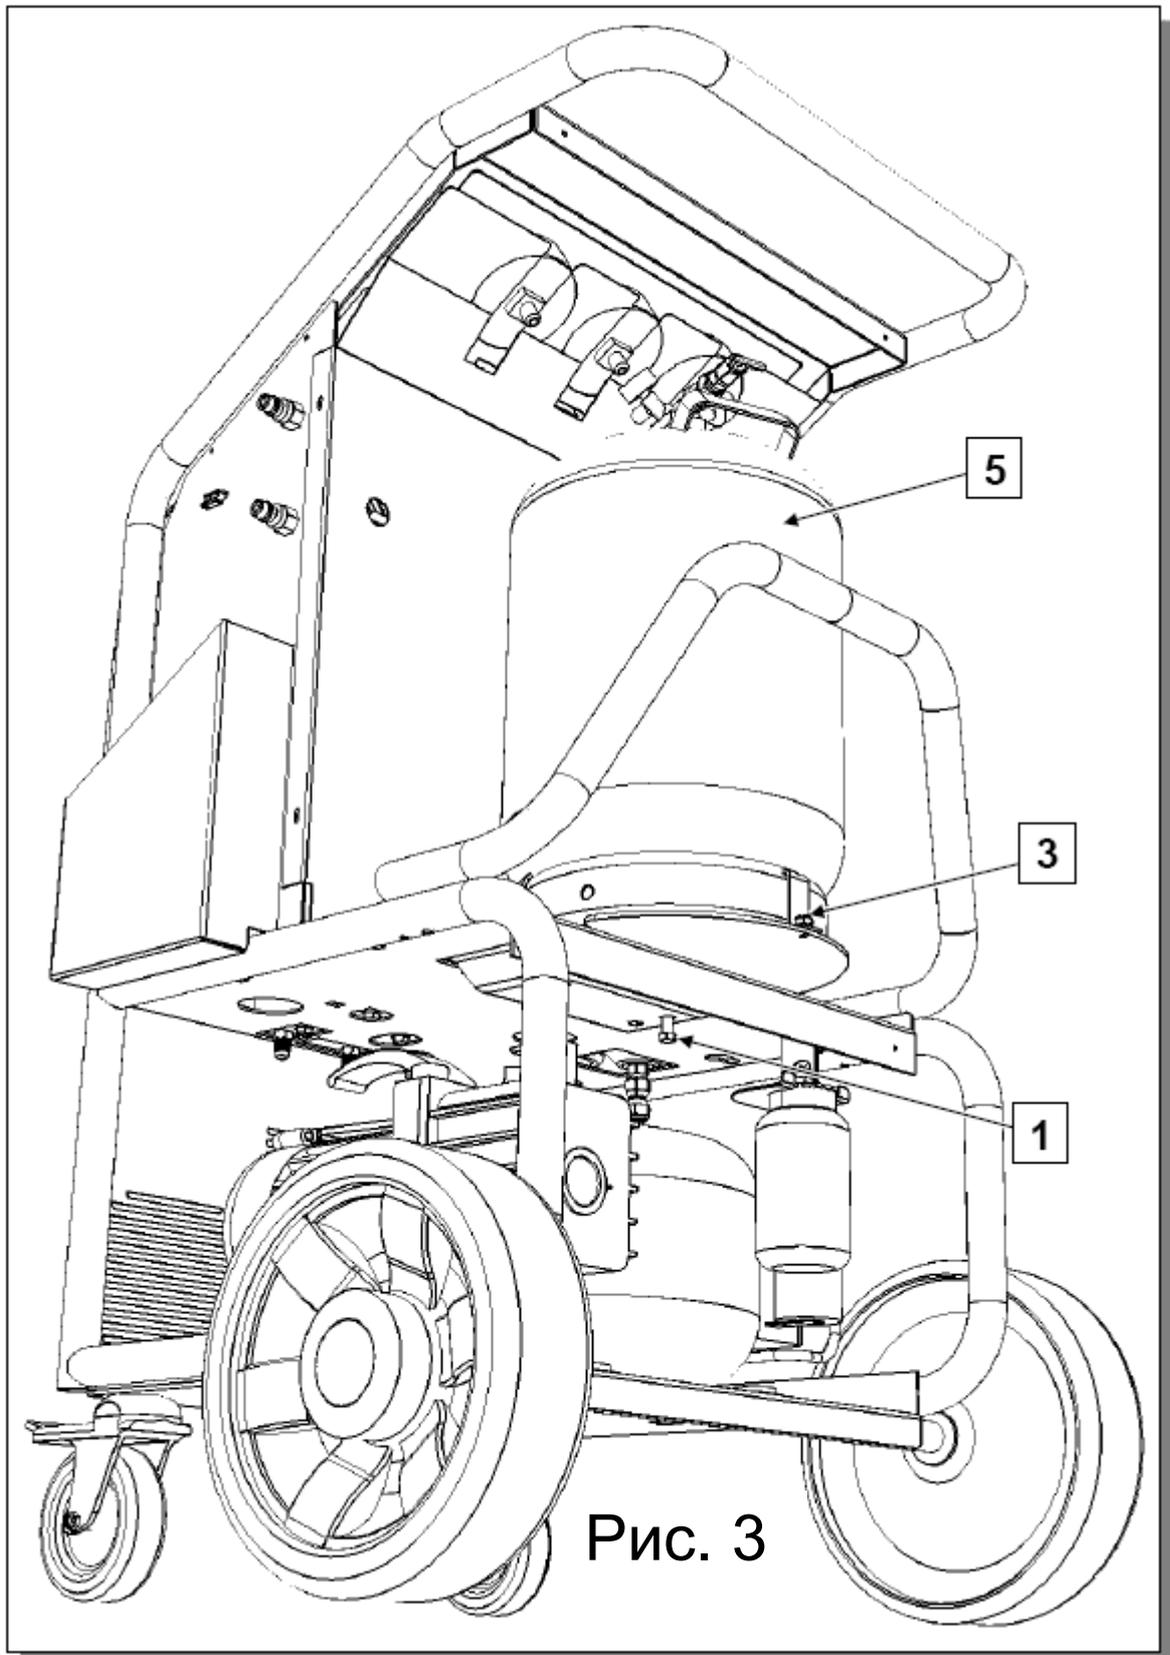
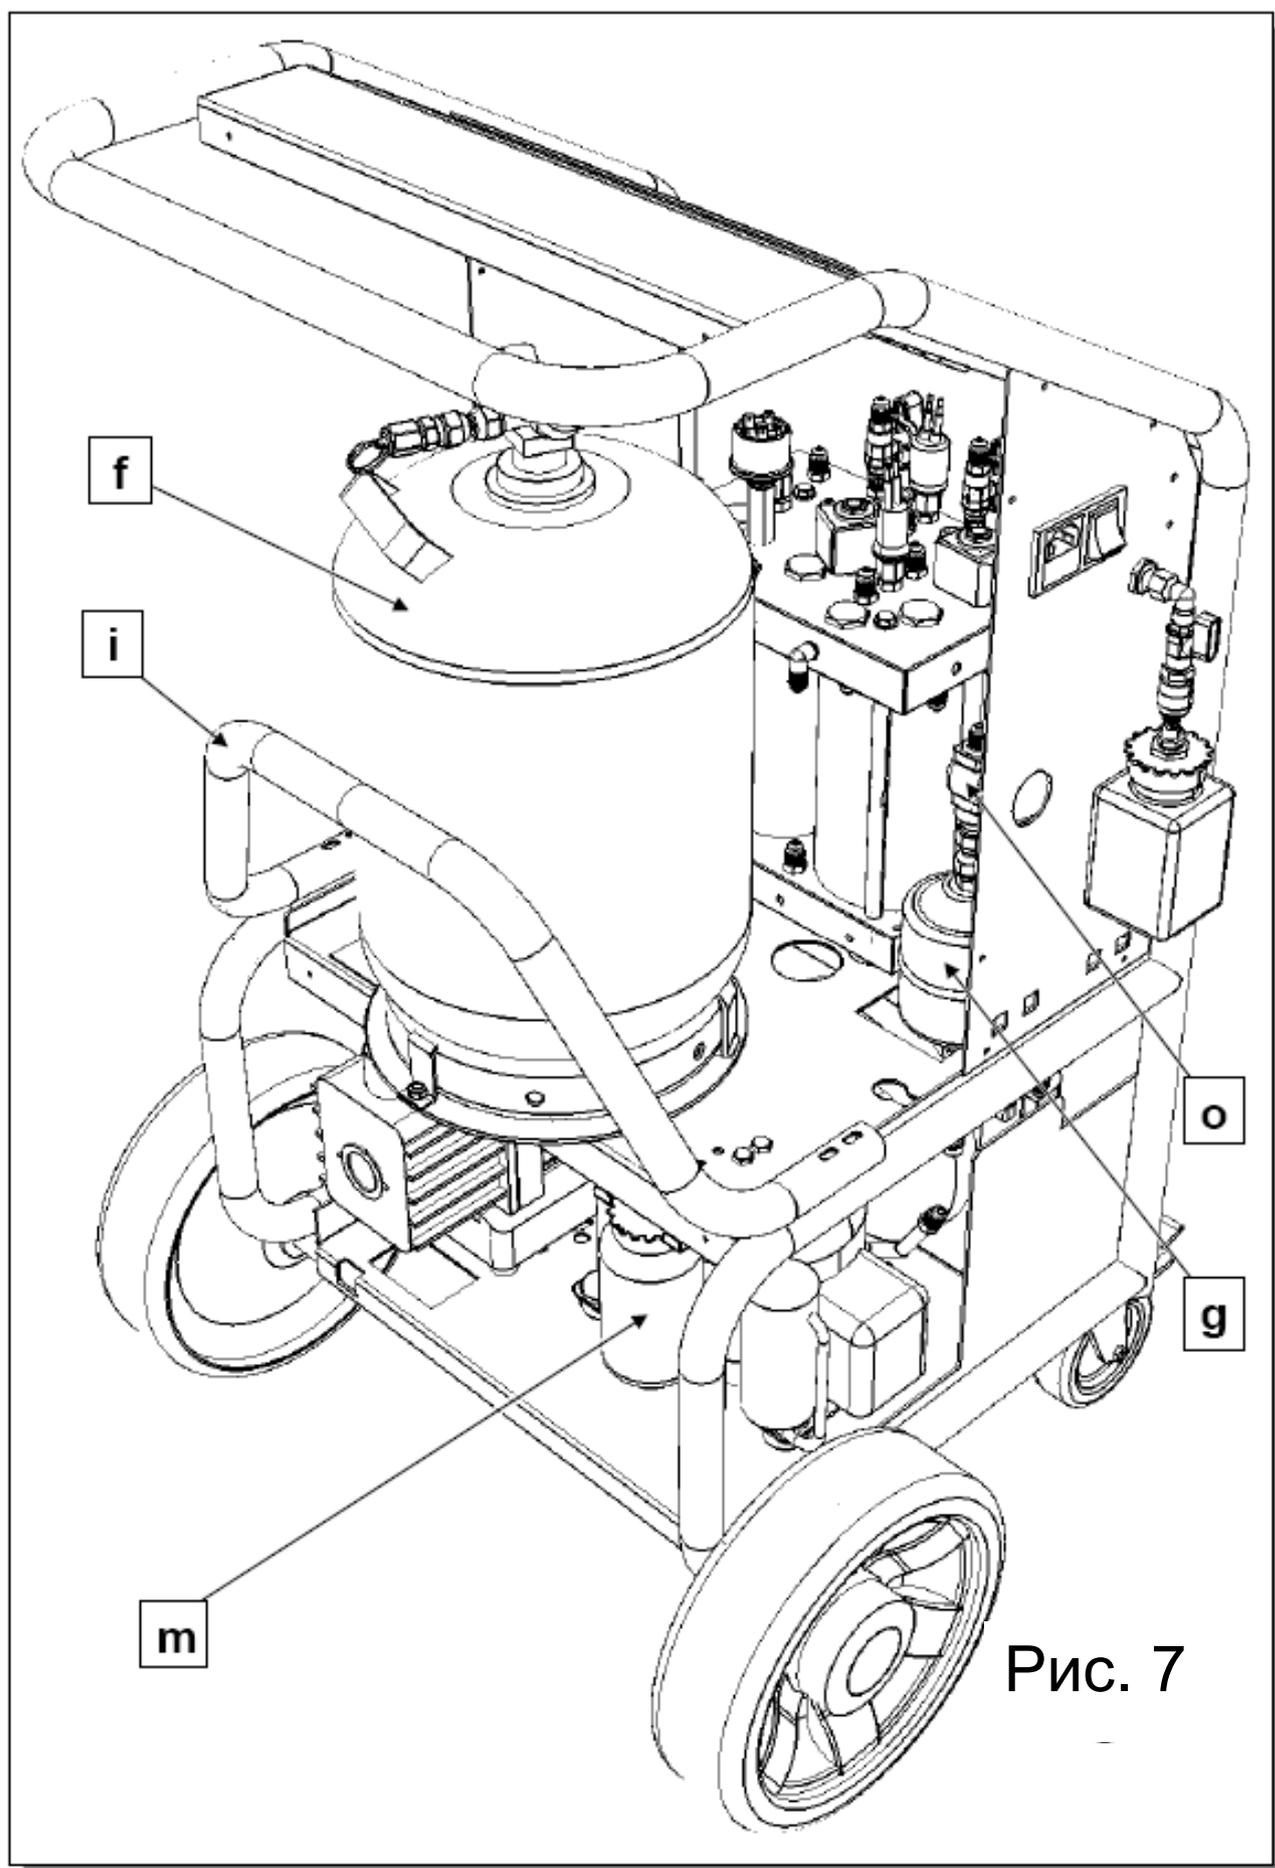

Рис. 3
Рис. 7
- 4) Снять заднюю защиту (i, рис.7) баллона (f, рис.7)
- 5) Отвинтить стопорную гайку баллона (3, рис. 3)
- 6) Снять баллон (f, рис.7) с посадочного места
- 17) Выполнить установку баллона на его посадочном месте (f,рис.7)
- 18) Выполнить установку стопорной гайки баллона (3, рис. 3)
- 19) Выполнить установку задней защиты (i,рис.7) на баллоне (f, рис.7)
Данная операция должна выполняться, когда значения, отображаемые на электронных весах, не соответствуют известным значениям. Перечисленные ниже операции должны выполняться с особой осторожностью и аккуратностью. Следует строго соблюдать указанные меры предосторожности. Следует осторожно класть груз на тарелку весов, по одному. Размещать груз следует в центре тарелки весов. Для калибровки весов необходимо выполнить следующие операции: Отсоединить машину от источника питания. Подготовить эталонный груз (16 или 18 кг). Снять заднюю защиту баллона (i, рис.7) машины. Закрыть красный и синий краны на баллоне. Отвинтить стопорную гайку баллона (3, рис. 3).
Снять баллон (5, рис.3) с его посадочного места. Установить баллон на подставку высотой как минимум 40 см. Включить машину. Следить за тем, чтобы не прикасаться к электрическим проводам. Подождать как минимум 10 секунд. Одновременно нажать кнопку + и кнопку со стрелкой и удерживать в нажатом состоянии примерно 5 секунд. Отображаемое в этот момент значение будет соответствовать нулевому значению весов. Слегка надавить на тарелку весов; значение должна возрасти. Если значение не увеличивается, следует заменить электронную ячейку. Нажать кнопку ENTER, чтобы запомнить значение. Необходимо следить за тем, чтобы в этот момент к тарелке весов ничего не прикасалось. Осторожно установить эталонный груз (16 или 18 кг) в центр тарелки весов и убедиться в том, что отображаемое значение увеличилось соответствующим образом. Нажать кнопку SEL и использовать кнопку и кнопку со стрелкой, чтобы напечатать 4 цифры эталонного веса. Нажать кнопку ENTER. На дисплее должен отображаться эталонный вес плюс вес пустого баллона (примерно 6.1 кг).
Снять эталонный груз. Выключить машину и отсоединить ее от источника сетевого питания. Установить баллон на его место на тарелке весов. Включить машину, следя за тем, чтобы не прикасаться к электрическим проводам. Проверить калибровку: поместить известный эталонный груз 0.5 кг или 1 кг на баллон и убедиться в том, что отображаемое значение увеличилось на известное значение эталонного груза  $\pm 2\%$ . Снять эталонный груз. Выключить машину и отсоединить ее от источника сетевого питания. Завинтить стопорную гайку баллона (3). Открыть красный и синий краны баллона. Выполнить установку задней защиты баллона (i,рис.7).